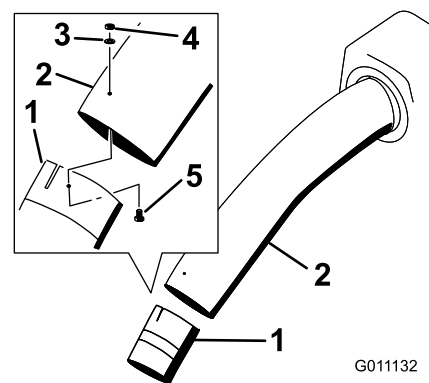

Bild 28
14. Verbinden Sie das obere und mittlere Rohr mit 3 Schrauben (Nr. 10 x 3/4"), 3 Flachscheiben (7/32") und 3 Sicherungsmuttern (Nr. 10) (Bild 28).